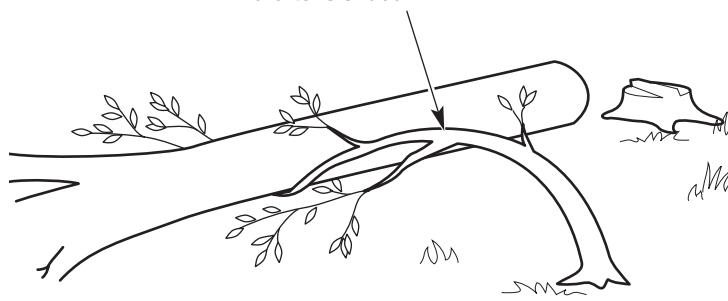

Fig. 27
**ADVERTENCIA:** Al operar la unidad manténgase alejado de las varas tensadas. Las varas tensadas podrían ser ramas, troncos, raíces o vástagos que son doblados bajo tensión por otra madera (Fig. 27). Cuando la tensión de las varas se libera, éstas pueden moverse hacia el operador golpeando su cuerpo y provocándole graves lesiones. Tenga sumo cuidado al cortar las varas tensadas o liberar la causa de la tensión.